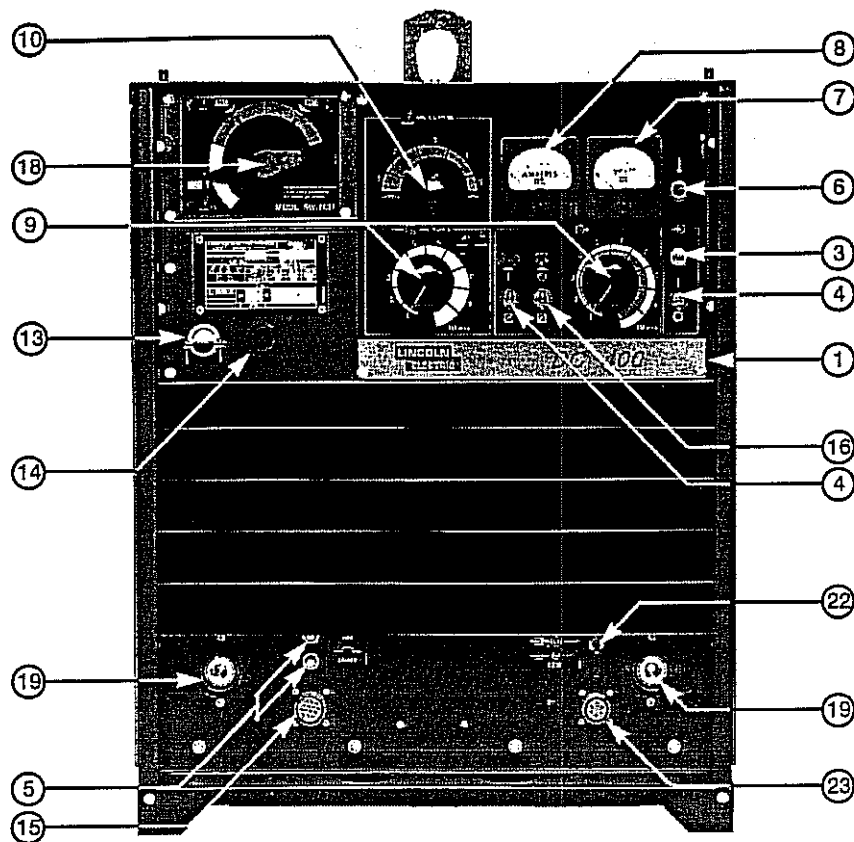

Fig. 3
Stäng av maskinen. Tag bort handtaget för drossel- och metodväljare (pos. 10 och 18 fig. 3). Kontrollpanelen och frontplåten kan nu öppnas efter att skruvarna tagits bort. Ställ fjärrkontrollväljaren på (pos. 5 fig. 1) fjärrkontroll. Tag bort anslutningarna från styrkortet och anslut en ohmmeter (skala x 1K) mellan ledningarna 210 och 75 på R4.
Se fig. 3